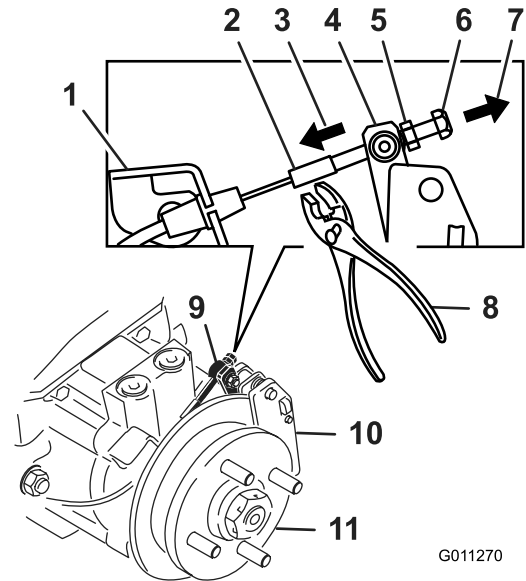

Figura 1
9. Sujete el extremo de la varilla roscada con una herramienta y afloje la contratuerca, alejándola de la tuerca estándar (Figura 1). No deje que el cable gire mientras se aflojan las tuercas.
10. Elimine la holgura del cable tirando del extremo roscado de la varilla (contratuerca) con una fuerza media. Usando la otra mano y los dedos solamente, empuje la palanca de la pinza hasta que haga tope y las pastillas de freno agarren el rotor. Sujetando la palanca contra el tope, tire del extremo roscado del cable a través del pivote. Apriete la tuerca estándar contra el pivote para sujetar la palanca de la pinza en su lugar (Figura 1).
16. Una vez logrado lo indicado en el paso 11, sujete el extremo de la varilla roscada con una herramienta y aprieta la contratuerca contra la tuerca estándar. No deje que el cable gire mientras se aprietan las tuercas (Figura 1).